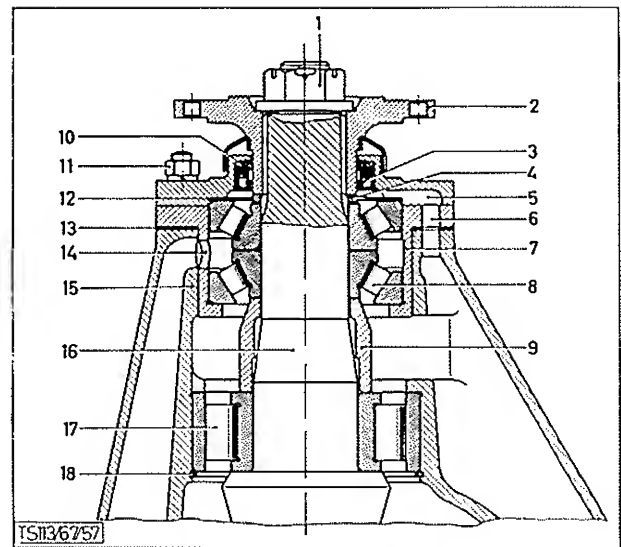

BILD 12: Lagerung des Kegelritzels
2. Kegelrollenlager (15/1) gemäß Bild 12 , in die Lagerbüchse pressen.